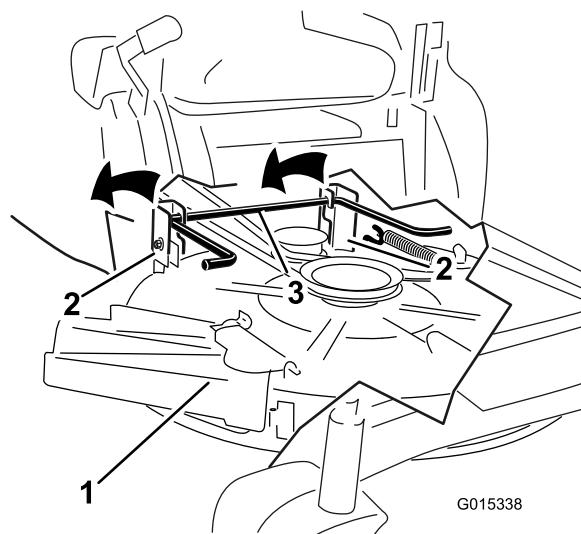

Figure 62
- Soulevez et enlevez le tablier de coupe et les supports de la tige de levage arrière et abaissez la tondeuse au sol avec précaution (Figure 62).
- Soulevez l'arrière du tablier de coupe et guidez les supports sur la tige de levage arrière (Figure 62).